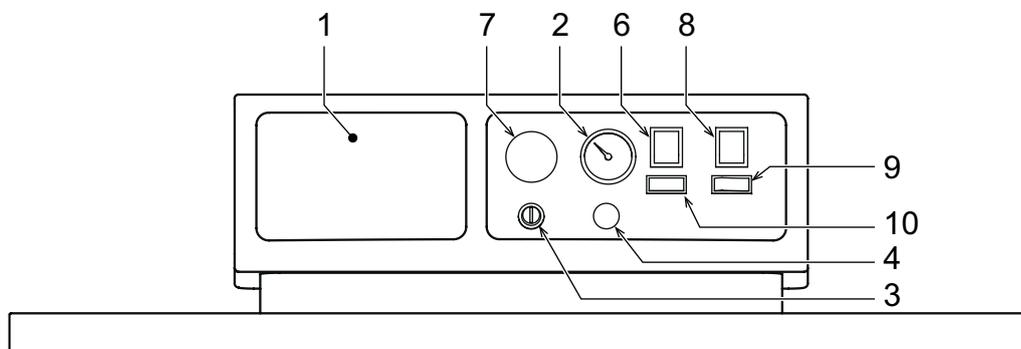

Рис. 1
- Переместить выключатель котла «8» в позицию «вкл.» (рис. 1)
- В случае, если в оснастке котла имеется и термостатический электронный блок, монтированный в поз. 1 рис. 1, то в данном случае пользователь должен иметь ввиду и инструкции, данные конструктором этого блока.
Поверачивание ручки «7» на рис. 1 по часовой стрелке приведёт к увеличению температуры отопления, против часовой стрелки – к уменьшению. Температуру можно изменять в пределах от мин. температуры в 30°C до макс. температуры в 90°C. В любом случае, не рекомендуется функционирование котла при температуре ниже 45°C.
Задать при помощи комнатного термостата требуемую температуру внутри помещения. По команде комнатного термостата котёл включается и нагревает воду установки до температуры, заданной регулировочным термостатом «7» рис. 1. Достигнув заданной температуры внутри помещения, генератор выключается.
Загрузочное давление при холодной установке, считанное на термоманометре котла поз. 2 рис. 1, должно быть около 1,0 бар. В том случае, когда во время функционирования, давление установки опускается (по причине испарения растворённых в воде газов) ниже мин. значения, Пользователь должен при помощи крана подачи вновь поместить давление на начальное значение. Завершив операцию, необходимо всегда перекрывать кран заполнения.